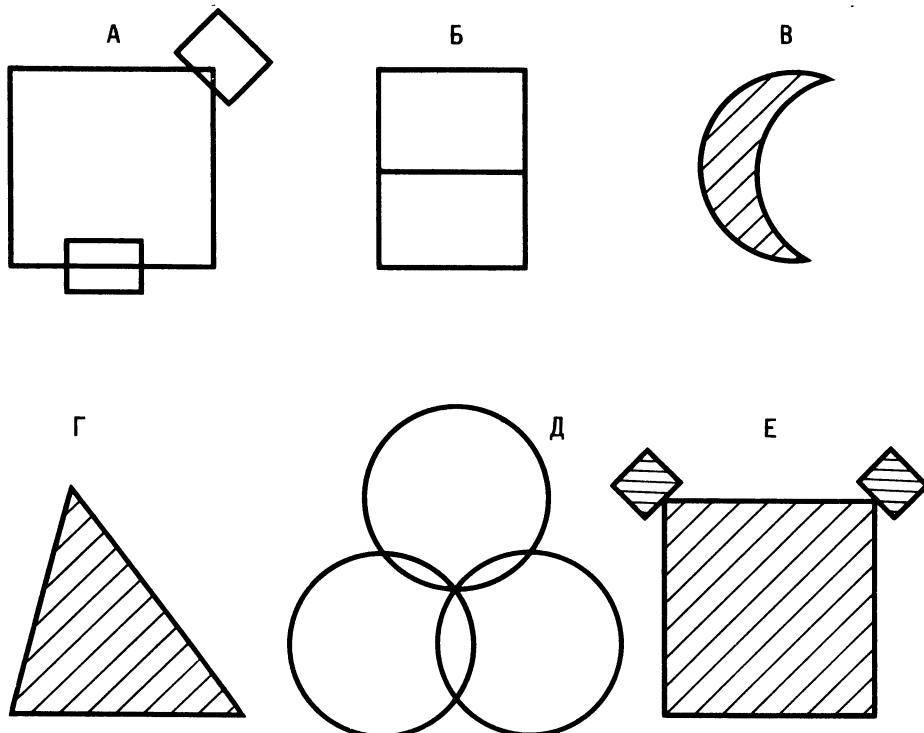

Рис. 23. К задаче 28
28. Из шести фигур *A* — *E* (рис. 23) выделите группы, которые объединяются общими признаками, например, группа, построенная из прямых линий, из квадратов и т. д. (всего должно быть 7 групп) [17].